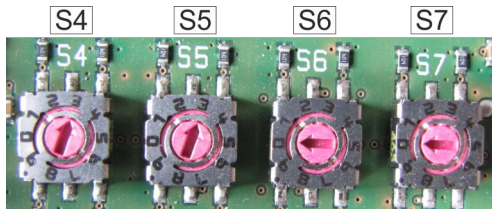

Abb. 52: Konfiguration
4. System mit Adressen konfigurieren (Abb. 52).